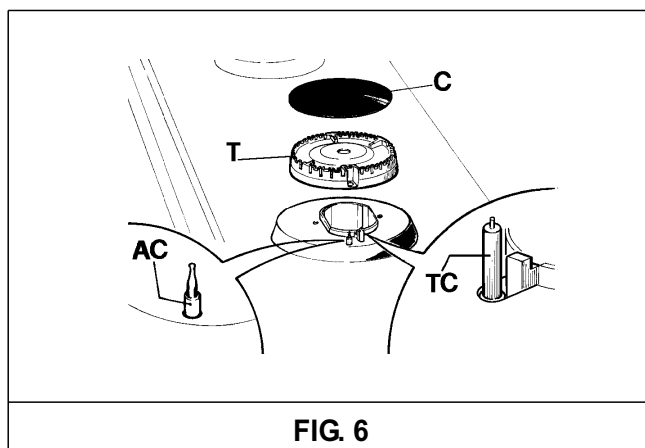

FIG. 6
Si on veut conserver la brillance de la table, il est très important de la laver après chaque utilisation à l'eau savonneuse tiède puis de la rincer et de la sécher. Laver de la même manière les grilles émaillées, les couvercles émaillés "C" des répartiteurs de flamme et les injecteurs "T" (voir fig. 6).
- **vérifier que les trous de sortie de gaz des répartiteurs de flamme "T" (fig. 6) ne sont pas bouchés par des corps étrangers.**
- **S'assurer que le couvercle émaillé du répartiteur de flamme "C" (fig. 6) est correctement positionné sur le répartiteur de flamme, c'est à dire qu'il est dans une position parfaitement stable.**